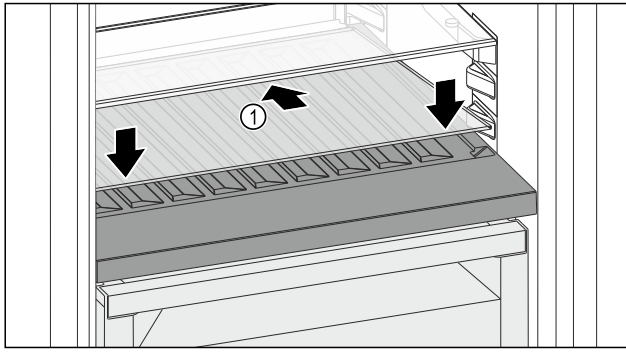

Fig. 112
- ▶ Helyezze be ferdén, hátul lefelé döntve az üveglapot Fig. 112 (1).
- ▶ Engedje le az üveglap Fig. 112 (1) elejét.